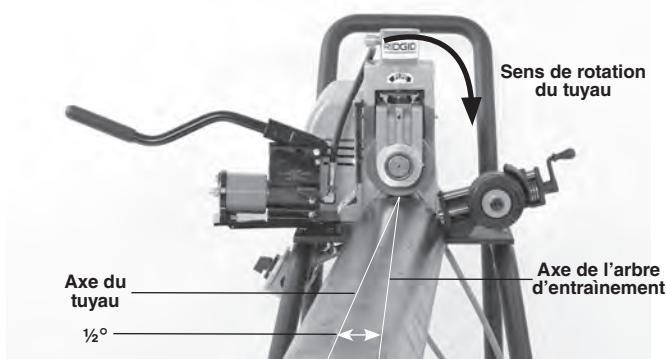

Figure 12 – Déport du tuyau de $\frac{1}{2}^\circ$ vers l'utilisateur (exagéré)
- Mettez l'interrupteur Marche/Arrêt en position Marche. Appuyez momentanément sur la pédale de commande. Vérifiez que le galet de rainurage tourne bien en sens horaire comme indiqué sur la rainureuse pour le sens de rotation du tuyau (*Figure 12*). Faites réviser l'appareil si sa rotation est inversée ou si sa pédale de commande n'assure pas sa fonction marche/arrêt.
7. Ramenez légèrement le tuyau et les porte-tubes d'environ $\frac{1}{2}^\circ$ vers l'utilisateur, soit d'un pouce par 10 pieds de longueur de tuyau. L'alignement du tuyau et de la rainureuse aidera à assurer le tracé approprié de la rainure en cours d'opération (*Figure 12*). Ceci est le déport nécessaire au rainurage des tuyaux en position REV et permet l'utilisation du stabilisateur.
- Augmentez légèrement le déport du tuyau (de $\frac{1}{2}^{\circ}$ à 1°) selon la Figure 12.